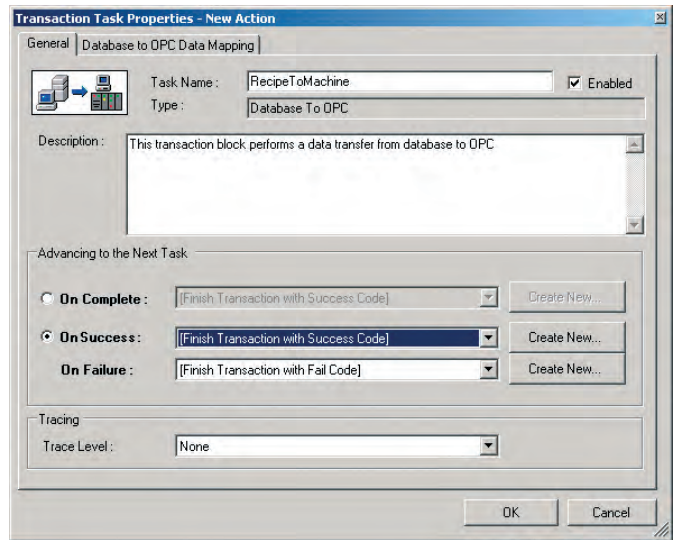

Рис. 51. Свойства задачи транзакции: общие
- Сделайте двойной щелчок на блоке **New Action** (Новое действие) в рабочей области, при этом будет открыто окно **Transaction Task Properties** (Свойства задачи транзакции), закладка **General** (Общие). Установите имя задачи **RecipeToMachine**, а также взведите флажок **On Success** (Успешное завершение) и выберите для него из выпадающего списка пункт **Finish Transaction with Success Code** (Завершить транзакцию с кодом «Успешно»). Диалог **Свойств задачи транзакции** примет вид, показанный на рис. 51.